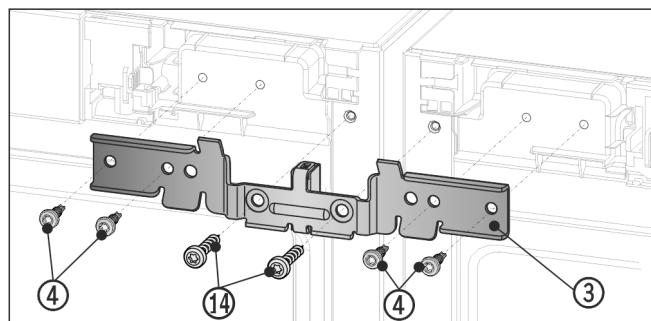

Fig. 12
- Надвиньте угол Fig. 12 (3) с помощью распорной детали между устройствами и на цапфы. Слегка прикрутите угол четырьмя винтами Fig. 12 (4) и ранее выкрученными винтами заземления Fig. 12 (14) поочередно справа и слева.